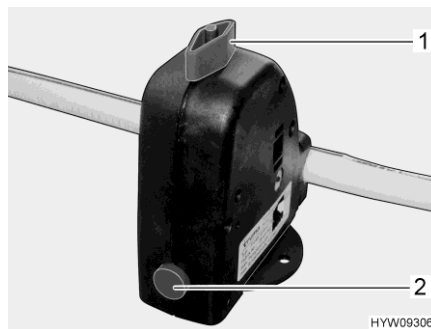

Fig. 232 Valve de sécurité et de vidange (chauffe-eau)
Le chauffe-eau est équipé d'une valve de sécurité et de vidange (Fig. 232). La valve de sécurité et de vidange empêche que l'eau ne gèle dans le chauffe-eau lorsque le chauffage n'est pas allumé en cas de gel.
- Fermer la valve de sécurité et de vidange. Tourner pour cela le bouton rotatif (Fig. 232,1) dans le sens transversal par rapport à la valve de sécurité et de vidange et enfoncer le bouton-poussoir (Fig. 232,2).
- Ouvrir la valve de sécurité et de vidange. Tourner le bouton rotatif (Fig. 232,1) dans le sens longitudinal par rapport à la valve de sécurité et de vidange. Le bouton-poussoir (Fig. 232,2) ressort. Le chauffe-eau est vidé à l'extérieur par le biais de la valve de sécurité et de vidange.